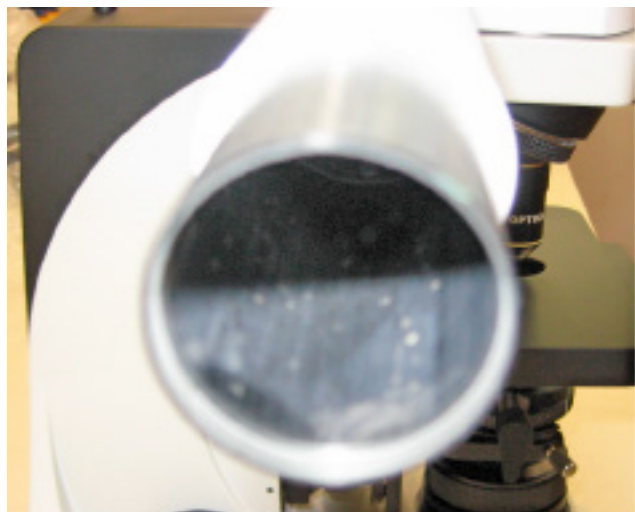

Fig. 5
- **La parte terminale del primo di estensione è chiusa da una lente (Fig.5). Verificare che sia esente da sporco, polvere e altri contaminanti prima di procedere con il montaggio del secondo tubo di estensione.**